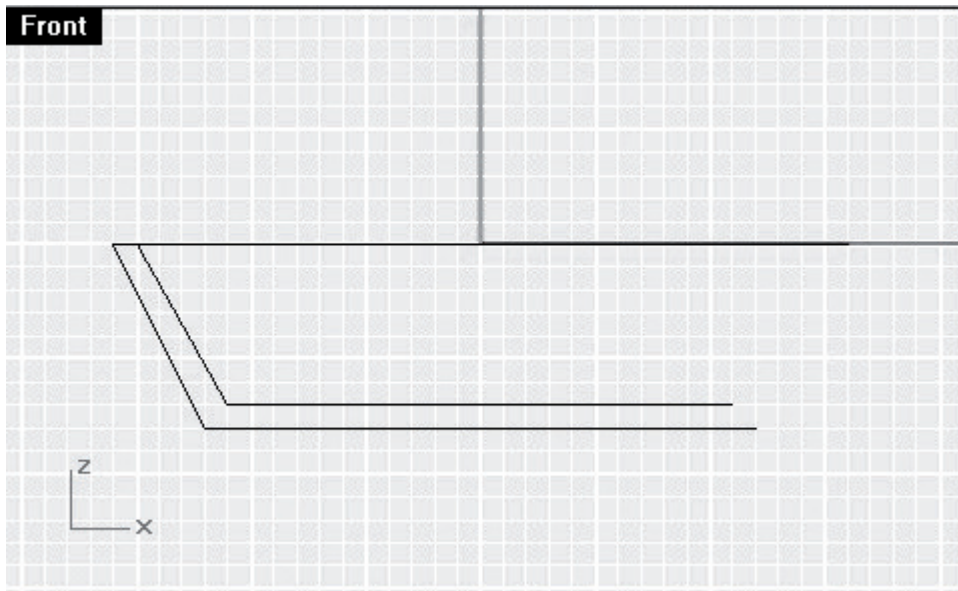

Рис. 60. Линии профиля
6. Проведем линии, связывающие внутреннюю окружность и внутреннюю кривую. Теперь для второй пары проведем такую же линию. Для удобства включим привязку Quad (рис. 60).